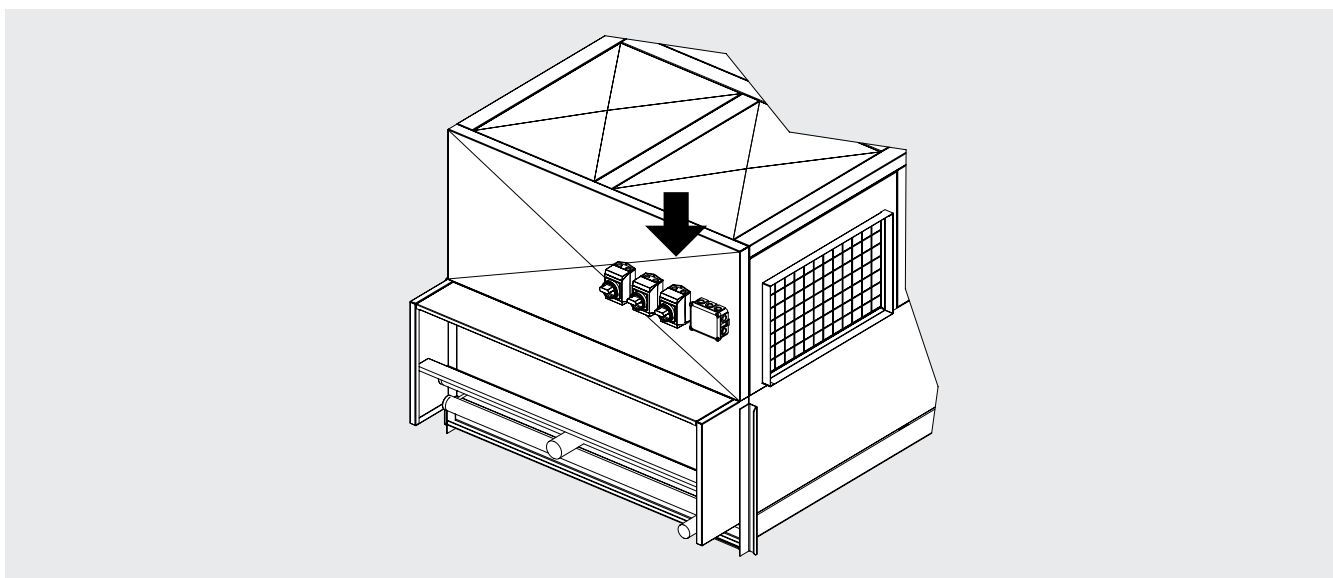

Figura 11
- 9.7 La caja de conexiones y los interruptores de los ventiladores individuales se encuentran en el panel frontal del modelo. Obsérvese la Figura 11.